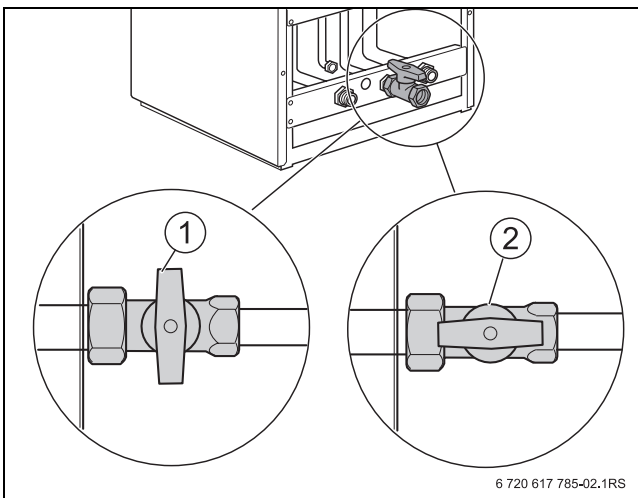

Fig. 7 Robinet gaz
- Fermer le robinet principal d'arrêt ou le robinet de gaz (→ fig. 7, [1]).